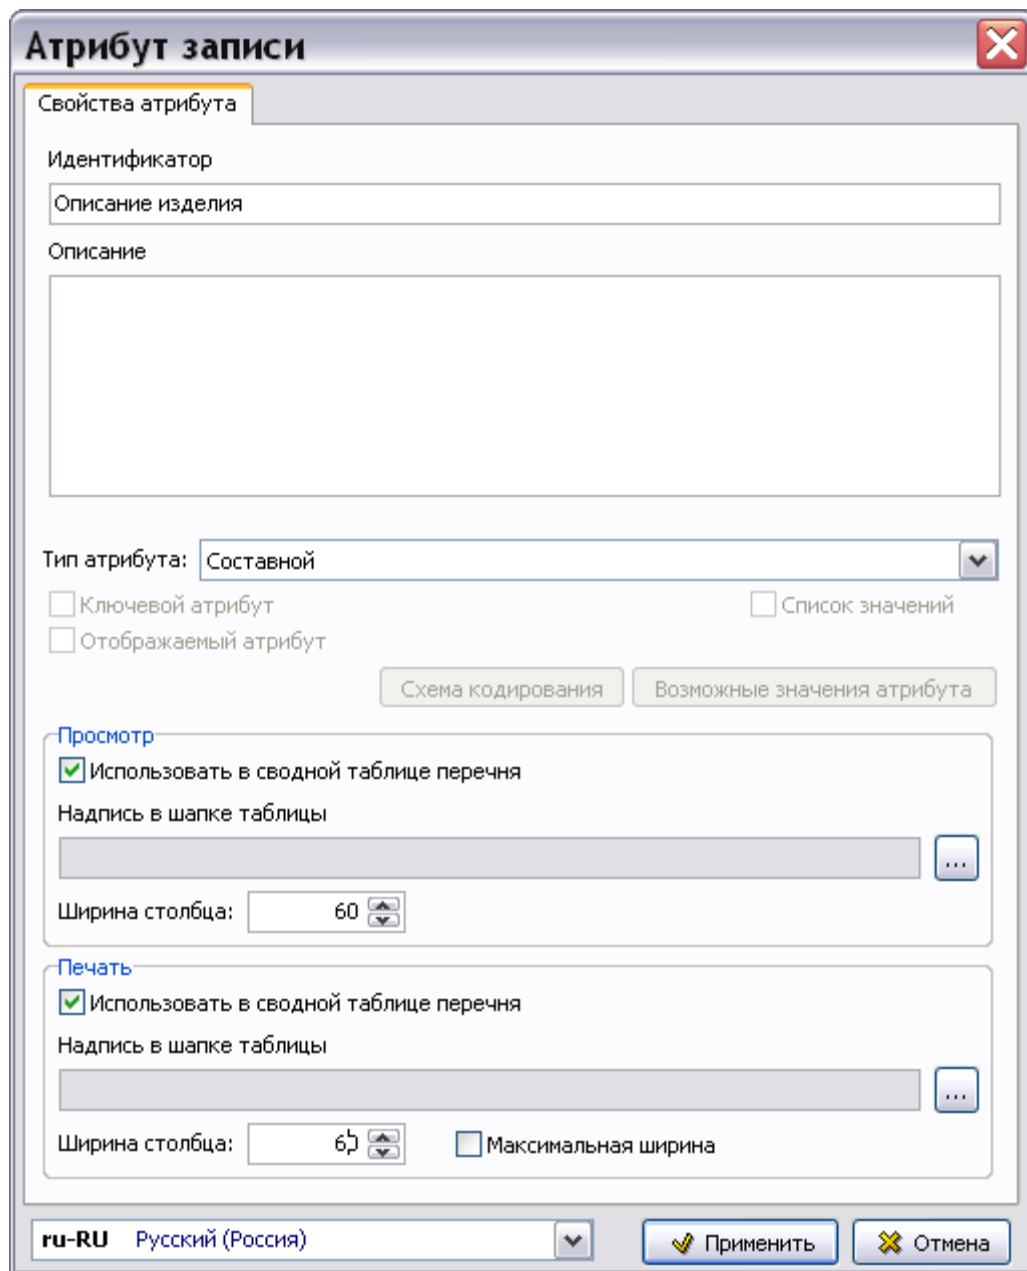

Рис. 3.31
2. В диалоговом окне **Атрибут записи** введите название составного атрибута и его описание (Рис. 3.31).
3. Выберите тип атрибута «Составной» (Рис. 3.31).